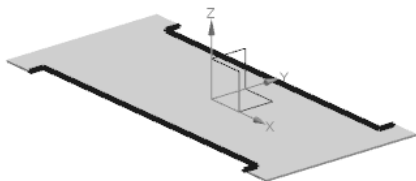

图 4.8.4 “法向除料”特征 1
**Step3.** 创建图 4.8.4 所示的“法向除料”特征 1。选择下拉菜单 **插入(I)** **→** **切削(T)** **→** **法向除料(N)** 命令，系统弹出“法向除料”对话框；在“法向除料”对话框 **类型** 区域的下拉列表中选择 **草图** 选项，单击 **设置** 按钮，系统弹出“创建草图”对话框；选取 XY 基准平面为草图平面，取消选中 **设置** 区域的 **创建中间基准 CSYS** 复选框，单击 **确定** 按钮，